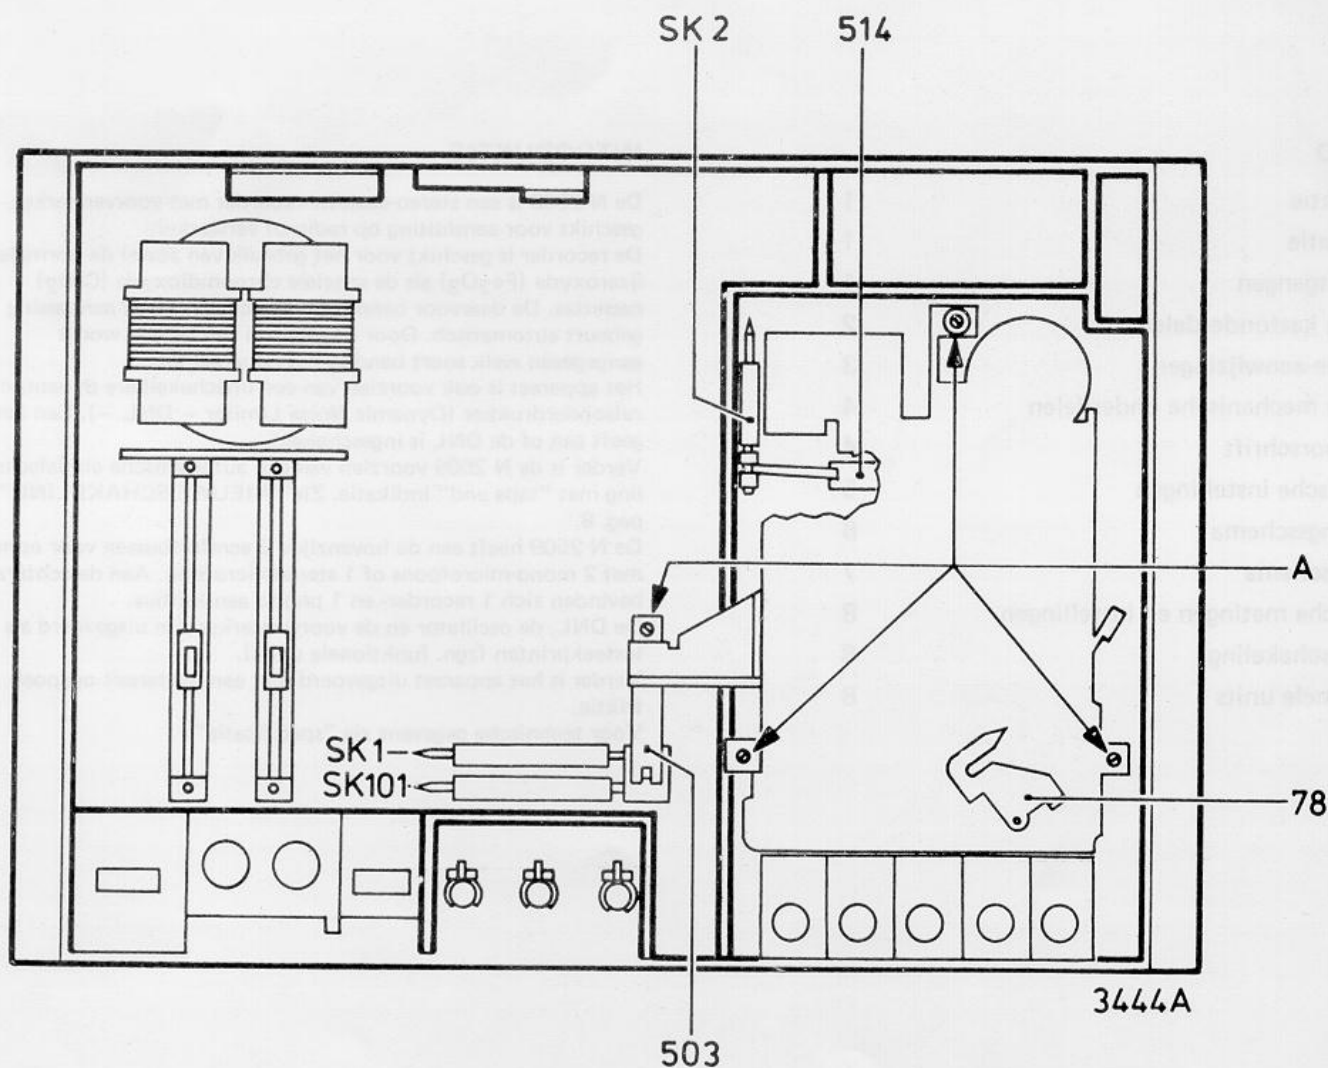

Fig. 2
A. Verwijderen van het complete loopwerk (Fig. 2)
1. de veer 514 over het nokje van schakelaar SK2 valt (fig. 2).
2. de schakelaararm 503 over het nokje van schakelaar SK1-101 valt (fig. 2).